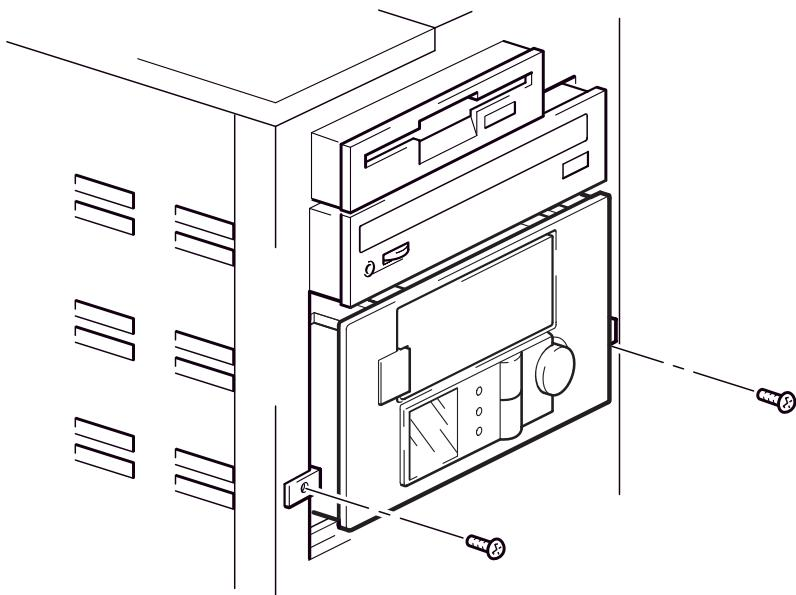

图 10a: 将自动装载器固定在装配件上
- 1 固定自动装载器。请使用在 第 17 页“第 4 步：准备装配托架”中取下的螺钉来固定自动装载器，如图 10a 所示。